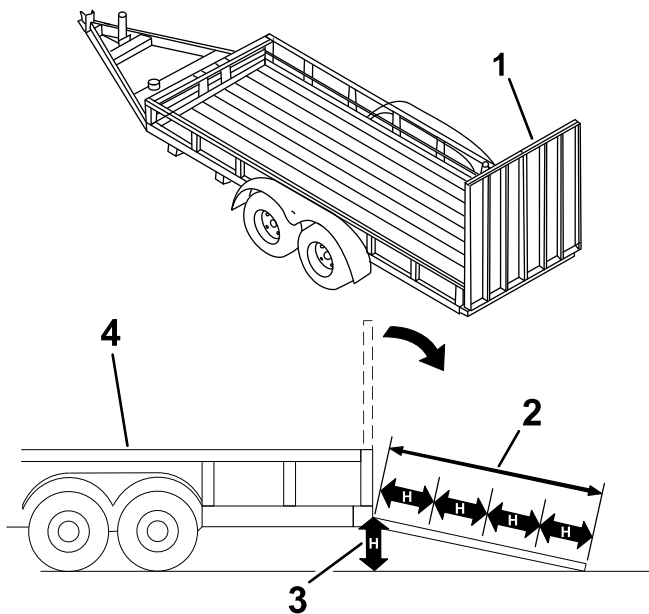

Figura 24
El cargar la máquina en un remolque o un camión aumenta la posibilidad de un vuelco y podría causar lesiones graves o la muerte (Figura 24).
3. Baje la rampa (Figura 24).